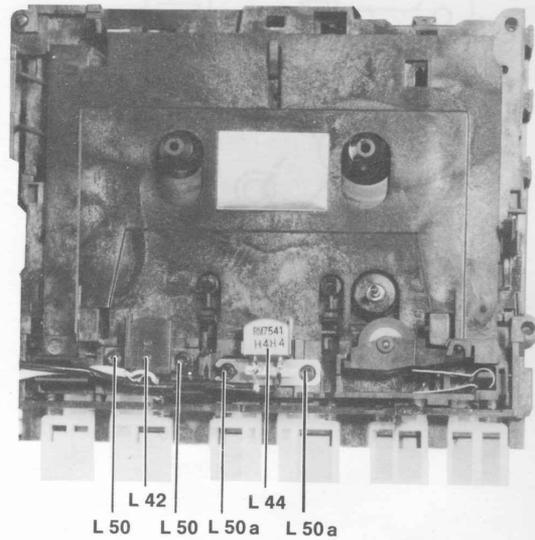

Fig. 6
4. Remplacement des têtes (Fig. 6).
Fig. 6 a
- 5.3 Pour le CR 560 : positionner la vis de tête gauche **L 50a** pour une tension de sortie maximum du système de tête (Fig. 6).
Revenir au réglage de **L 50a** : obtenir l'égalité des signaux du canal gauche et droit, en se rapprochant des valeurs notées précédemment (≤ 3 dB) (Fig. 6).
Placer le pouce et l'index à gauche et à droite du guide-touches (voir les flèches sur la figure 6).